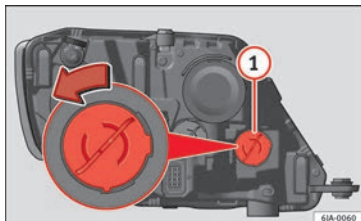

Fig. 94 Cambio de lámpara para la luz intermitente.
- Gire el portalámparas » **fig. 94 1** en sentido antihorario y retírelo.